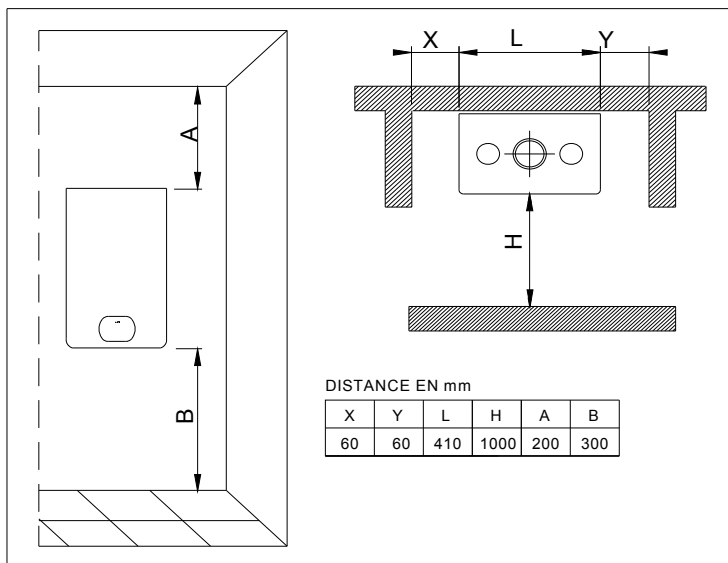

Fig. 1
A. Placer (fig. 1) l'appareil emballé sur le sol en prenant soin de diriger la flèche indiquant le côté haut vers le bas et retirer les agrafes pour ouvrir les quatre pans de la boîte vers l'extérieur.
Pour pouvoir accéder à l'intérieur de l'appareil et effectuer les opérations d'entretien, il convient de respecter les distances minimum indiquées dans la figure 1.